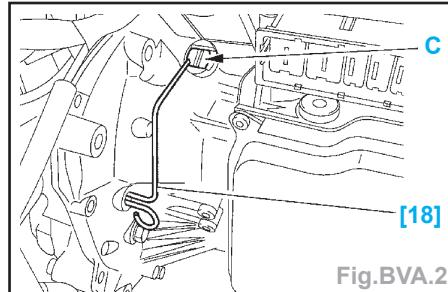

Fig.BVA.2
- le câble de masse (2),
- l'arrêt de gaine (3) à l'aide d'un tournevis,
- le connecteur du capteur de régime (6).
- Mettre en place des pinces durits sur les durits (4) et (5), puis déposer ces dernières.
- A l'aide de l'outil [18] (épingle de maintien du convertisseur), maintenir le convertisseur sur la boîte de vitesses (Fig.BVA.2).